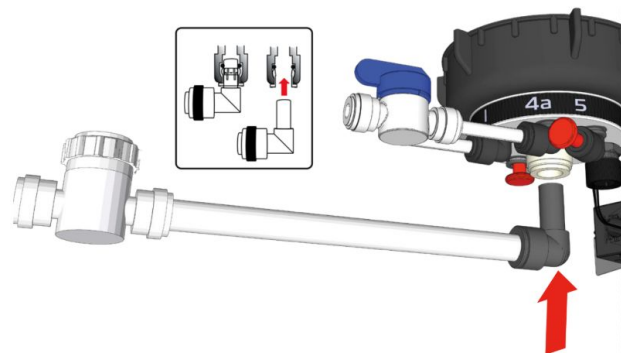

Fig. 4
2. TAGLIARE un'estremità quadrata pulita su un tubo semirigido con diametro esterno di 15 mm, abbastanza lungo da raggiungere l'uscita ad alto flusso del serbatoio (Fig. 4) OPPURE utilizzare uno stelo liscio Speedfit X WFLX51.